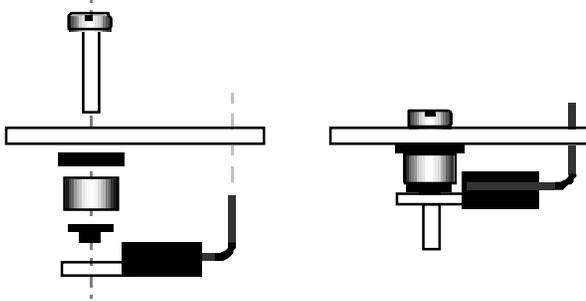

Figura 6-31
Prepare los terminales de Q7 como se muestra en la Figura 6-31. *Doble los terminales hacia arriba, apartados de la pestaña*, en el sentido opuesto a como dobló los de Q6 y hágalo en forma progresiva, no en ángulo de 90°. No instale Q7 todavía.
Inserte un tornillo 4-40 x 12,7 mm (1/2") en el agujero de la PCI destinado a la pestaña de Q7 (vea la Figura 6-31). Luego, por la cara inferior de la PCI, deslice el herraje descrito más abajo en el tornillo de montaje. (La arandela acodada la encontrará entre los componentes **MISCELLANEOUS.**)
- Sitúe Q7 en la cara inferior de la PCI de forma que sus terminales queden insertados en la placa en el lugar marcado por la silueta. El tornillo de montaje y los herrajes deberían tener la apariencia mostrada en la Figura 6-31. No suelde todavía.
- Cuando Q7 y su herraje estén paralelos don la PCI, como muestra la Figura 6-31, suelde Q7 en la parte superior de la placa.